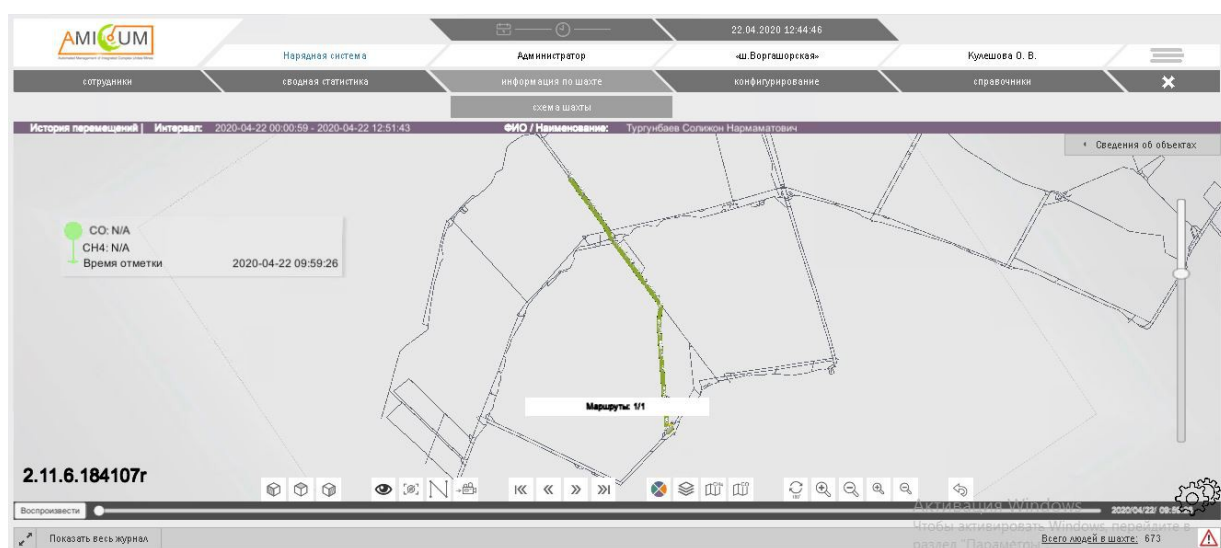

Рисунок 35. История передвижения работника
– показать маршрут передвижения. Данная кнопка предназначена для построения маршрута передвижения работника. В открывшемся окне выбрать период отображения истории передвижения, по умолчанию проставляется период – последний час. При нажатии на «Построить маршрут» строится маршрут (рисунок 35). Маршрут можно воспроизвести и восстановить хронологию движения. Для возврата предусмотрена кнопка «Выйти из режима просмотра»;